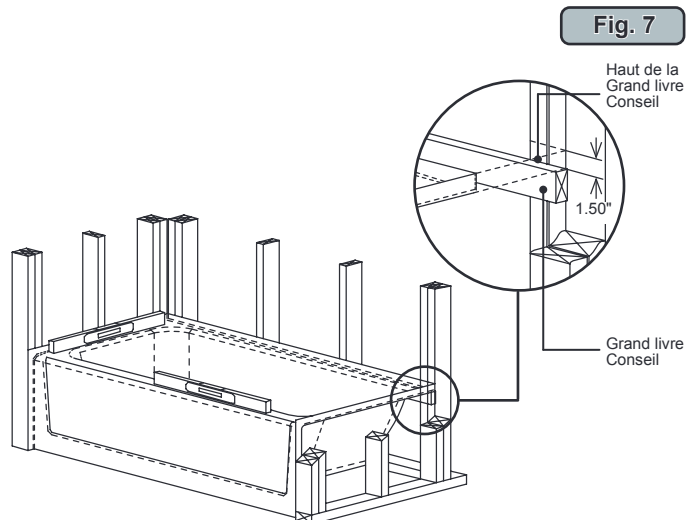

Fig. 7
1. Placer la baignoire dans la cabine avec la jupe avant fermement sur le plancher. La baignoire doit être réglé niveau. Pour le vérifier, utiliser un niveau au-dessus des rebords sur les deux extrémités de la baignoire et au-dessus du barrage (Figure 7).
2. Après une stabilisation baignoire, marque chaque plot (béton ou mur en blocs) immédiatement au-dessus du dos aile horizontale. Retirer du bain alcôve. Mesurer la distance entre le haut de la Retour aile horizontale et le bas de la baignoire rebord d'environ 1 ½ "(40mm). Marquez soigneusement cette dimension à l'arrière plots (ou mur), ci-dessous la première marque (Figure 7 encadré).
3. Installez une bande de Ledger: Jacuzzi mandats utilisation de supports sous les saillies arrière de baignoires pour éviter tout déplacement. Utilisez horizontale lambourde le long du rebord arrière complet ou « l », "T" soutien dans au moins deux endroits à la verticale position. Ongles de 1 "x 3" x 60 "(25mm x 75mm x 1525mm lambourde) immédiatement au-dessus de la des notes inférieures fait sur le cadrage (Figure 7 - encadré).